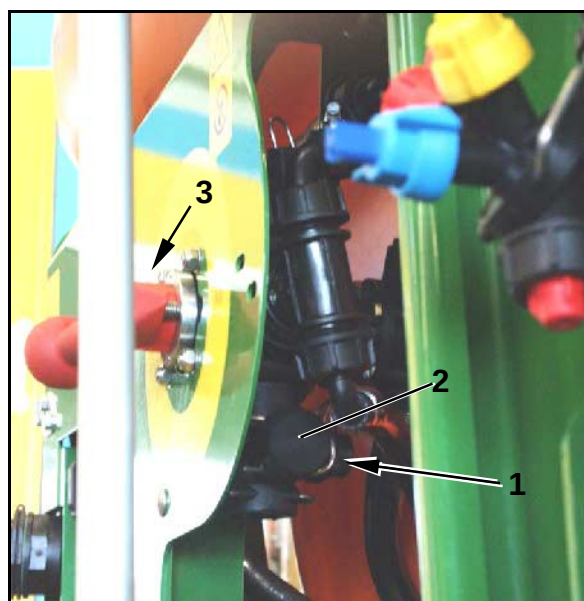

Fig. 227
1. Quitar grapa de sujeción (Fig. 227/1) y la caperuza (Fig. 227/2) de la conexión de prueba.